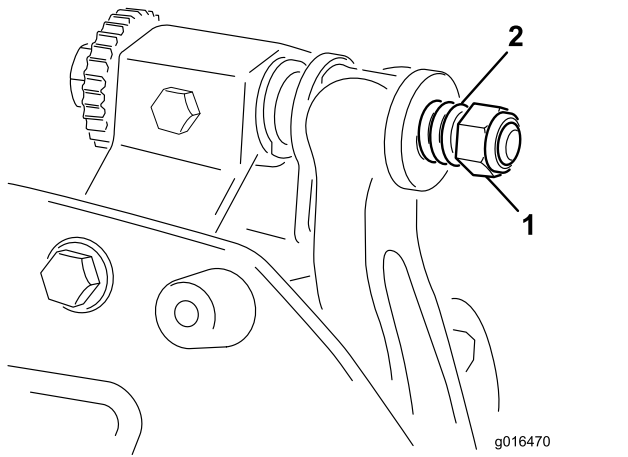

図 21
6. スプリングがつぶれるまでテンションナットを締め、そこから半回転戻す 図 21。